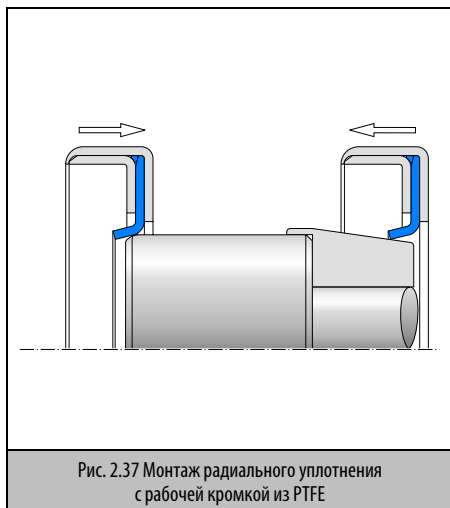

Рис. 2.37 Монтаж радиального уплотнения с рабочей кромкой из PTFE
-  Важно, чтобы рабочая кромка из PTFE, особенно во время сборки лицевой стороной в направлении монтажа, не была повреждена. Рекомендуется использовать монтажный толкатель с фаской от 10° до 15° (→ Рис. 2.37).